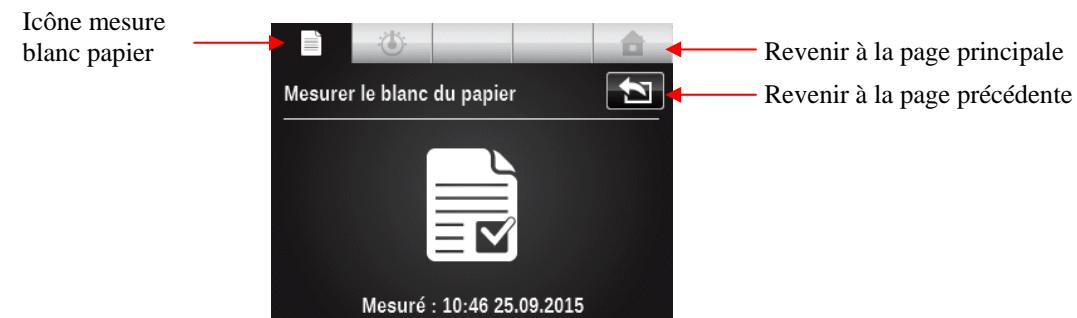

Figure 3 Ecran mesure du blanc de papier
- Avant toute mesure, réaliser une mesure de blanc papier, pour cela sélectionner l'icône en haut à gauche de l'écran  (cf. Figure 3).
- Avant toute mesure, réaliser une mesure de blanc papier. Sélectionner l'icône en haut à gauche de l'écran (cf. Figure 3).